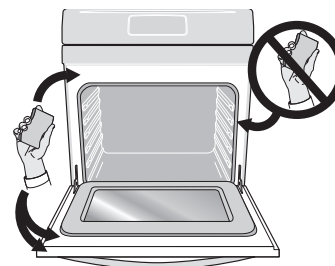

Figure 23 : Nettoyer autour du joint de porte du four
9. Nettoyer les parois et la sole du four. Ne pas nettoyer le joint de porte du four (Figure 23). Éviter de s'appuyer ou de se reposer sur la vitre de la porte du four pendant le nettoyage des parois.